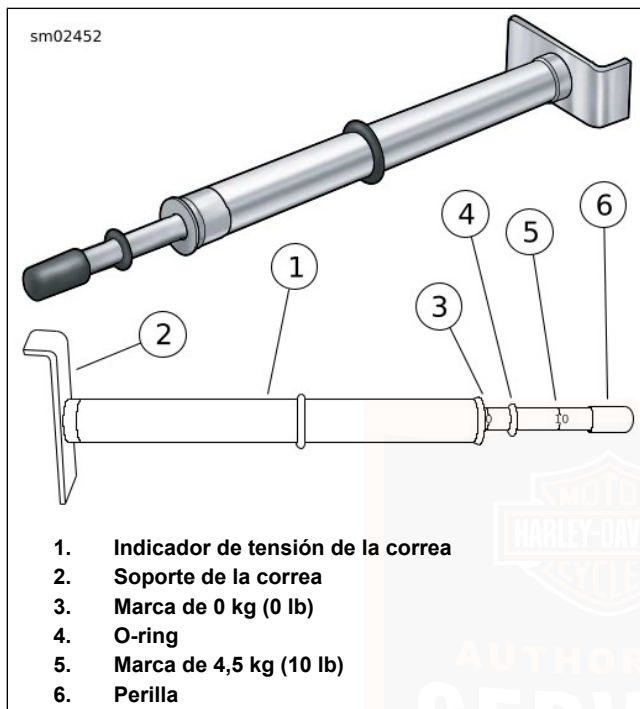

Figura 57. Indicador de tensión de la correa
2. Vea Figura 57. Obtenga el INDICADOR DE TENSION DE LA CORREA (PIEZA N.º: HD-35381-A).